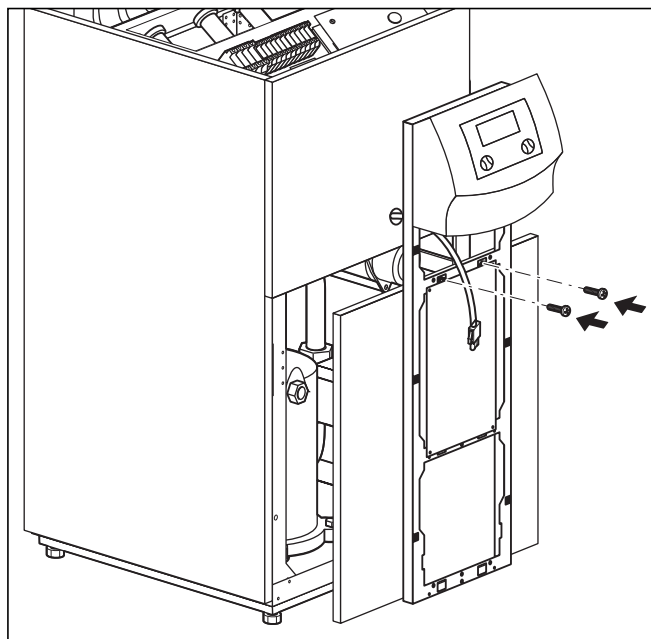

Рис. 6.5 Монтаж переднего нижнего листа облицовки
- Вдавите нижний лист облицовки в зажимный держатель на корпусе и прочно привинтите раму панели двумя болтами к корпусу, как показано на рис. 6.5.